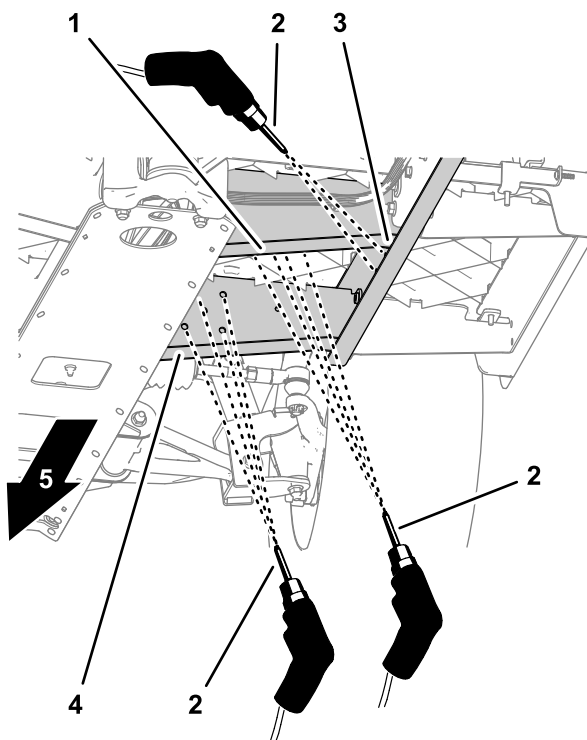

图 18
6. 使用 8mm 钻头根据中心冲标记在侧机架槽和底板槽上钻孔 图 18。